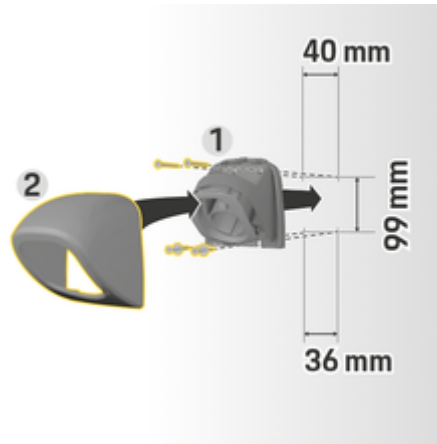

Fig. 492: Dimensiuni de găurire
1. Scoateți dispozitivul de fixare a conectorului **1** (Fig. 492) din capac **2** (Fig. 492).
4. Înșurubați dispozitivul de fixare a conectorului **1** (Fig. 492) pe perete.
5. Montați capacul **2** (Fig. 492) pe dispozitivul de fixare a conectorului **1** (Fig. 492) de dedesubt și împingeți în sus.